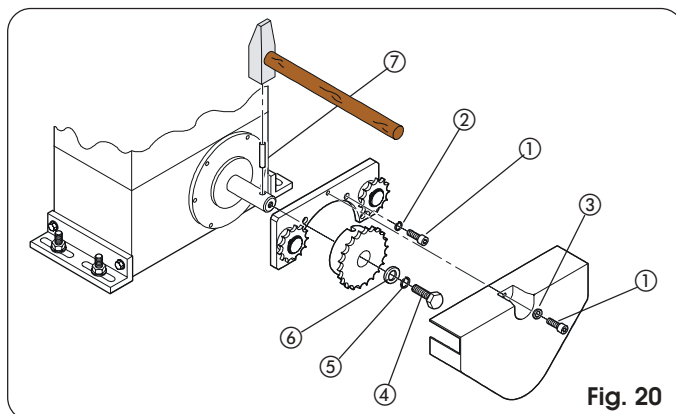
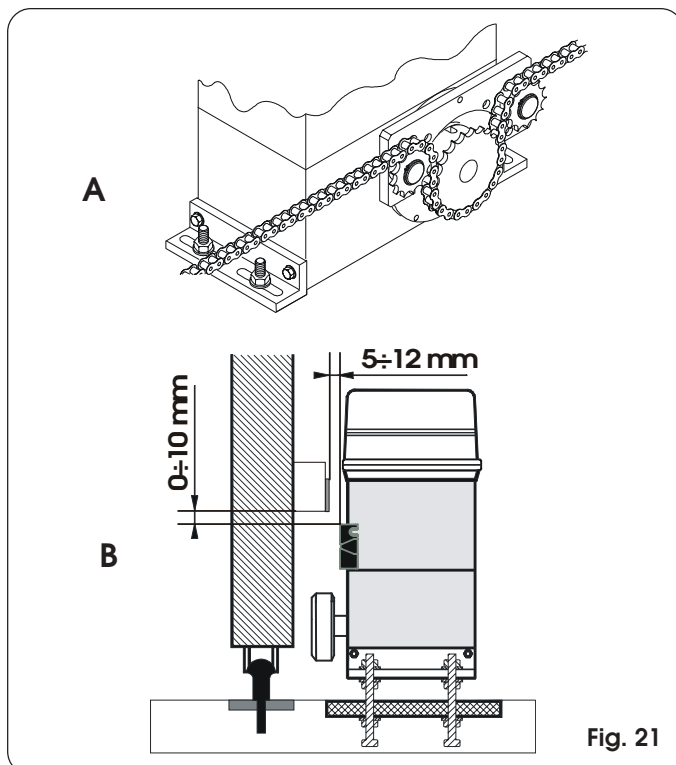

Fig. 20
Fig. 21
4.5.2. MOD. 746 ER RF (Fig. 20 - 21)
- 1) Introduire le goujon élastique ⑦ dans l'arbre en utilisant un marteau.
- 2) Appliquer sur la bride du motoréducteur la patte des renvois fous, en utilisant les quatre vis ① (M5 x 12) et les rondelles spécifiques ② présentes dans le kit de la Fig.20.
- 3) Appliquer le pignon à chaîne sur l'arbre en faisant coïncider les logements du pignon sur le goujon élastique et serrer la vis ④ et les rondelles spécifiques ⑤ et ⑥.
- 4) Passer la chaîne d'après la Fig.21 réf. A et monter le carter de protection avec la vis ① et la rondelle ③ d'après la Fig.20.
- 5) Pour les opérateurs dotés du fin de course MLS, prévoir les supports pour le positionnement des aimants fournis en respectant les cotes indiquées dans la Fig. 21 réf.B.